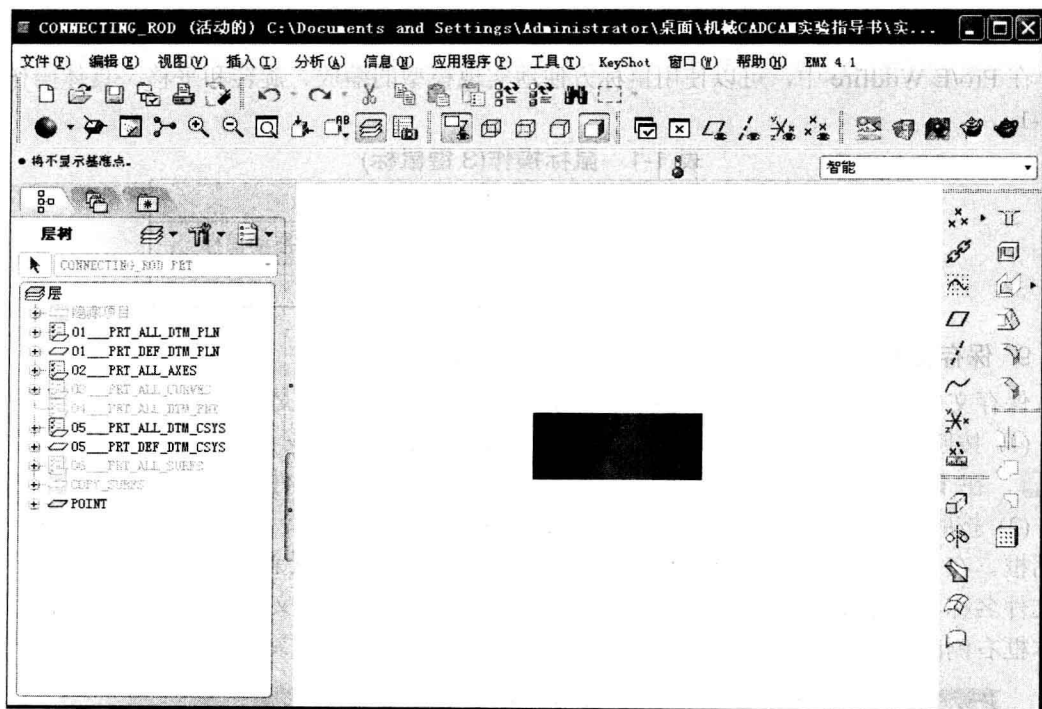

图 1-17 俯视图
- (3) 俯视图：点击视角控制对话框中的 **【TOP】**，模型显示效果如图 1-17 所示。